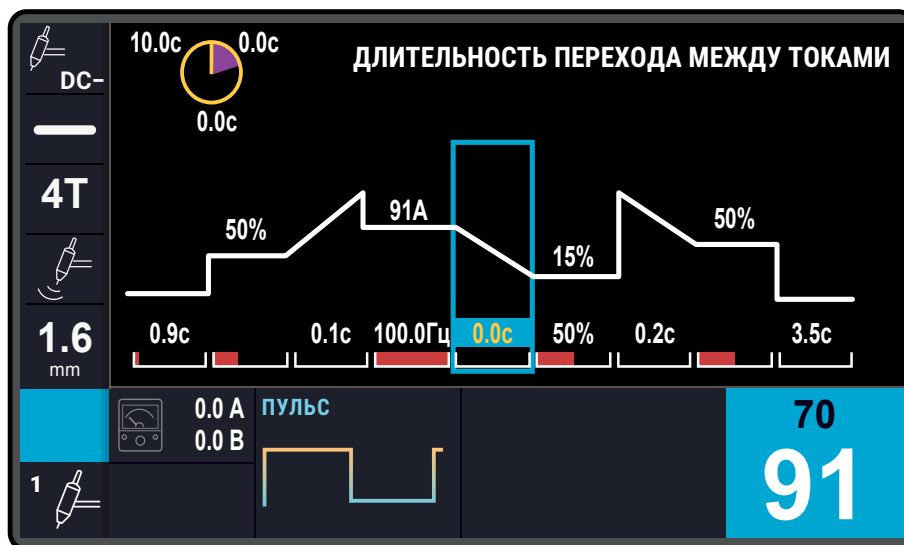

Рис. 19 – Вид циклограммы при активации параметра ВРЕМЯ
**ВРЕМЯ** – на циклограмме сварочного процесса появляются участки ОСНОВНОЙ ТОК, ТОК ПАУЗЫ и ДЛИТЕЛЬНОСТЬ ПЕРЕХОДА МЕЖДУ ТОКАМИ (Рис. 19).